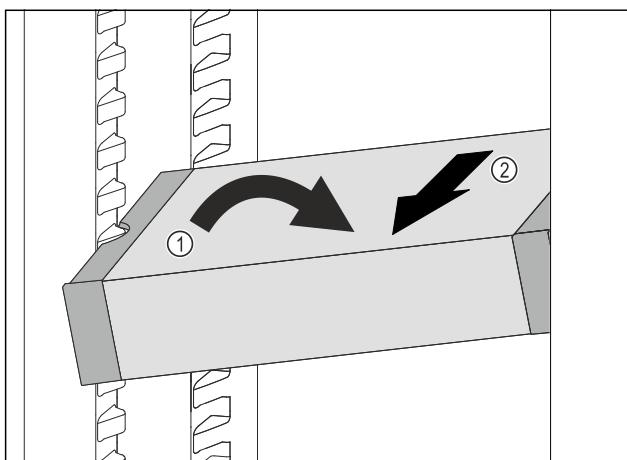

Fig. 152
- ▶ Встановити VarioSafe під кутом в охолоджувальному відділенні. Fig. 152 (1)
- ▶ Витягнути VarioSafe вперед. Fig. 152 (2)